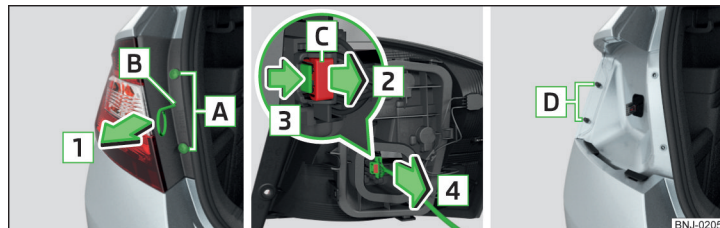
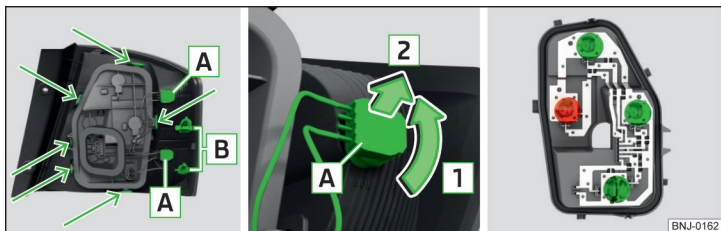

Fig. 216 Smontaggio delle luci / estrazione della spina
Fig. 217 Parte esterna delle luci / estrazione lampadina / portalamпада
- Tenere ferme le luci con il palmo della mano ed estrarle con cautela in direzione della freccia [1] » fig. 216 dai bulloni [D].
- Fissare il bloccaggio nella direzione opposta a quella indicata dalla freccia **2** » fig. 216.
- Innestare le luci con le aperture **B** » fig. 217 a pag. 198 nei bulloni **D** » fig. 216 della carrozzeria.
- Ruotare il portalamпада con la lampadina **A** in direzione della freccia **1** » fig. 217.
- Ruotare i portalamпада con le lampadine **A** in direzione della freccia **1** » fig. 217.
- Sbloccare il portalamпада nelle aree contrassegnate dalle linguette di bloccaggio » fig. 217.